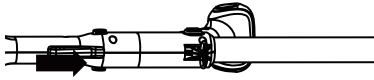

Fig. 1
- Alignez et insérez l'arbre central dans l'arbre supérieur, en veillant à ce qu'il soit dans la bonne position comme indiqué. Les parties saillantes et les fentes doivent correspondre, sinon les arbres ne s'emboîteront pas. (Fig. 1)